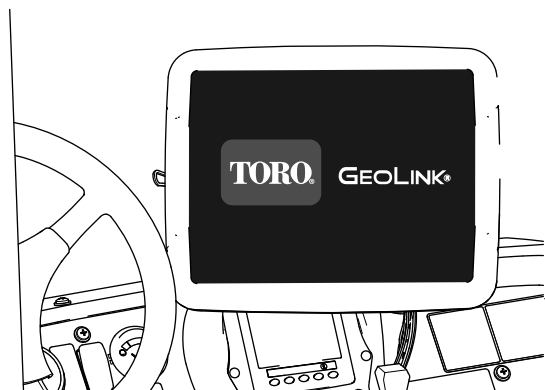

Bild 232
- Bedienkonsole: zeigt Grafiken und Texte an (Bild 232)